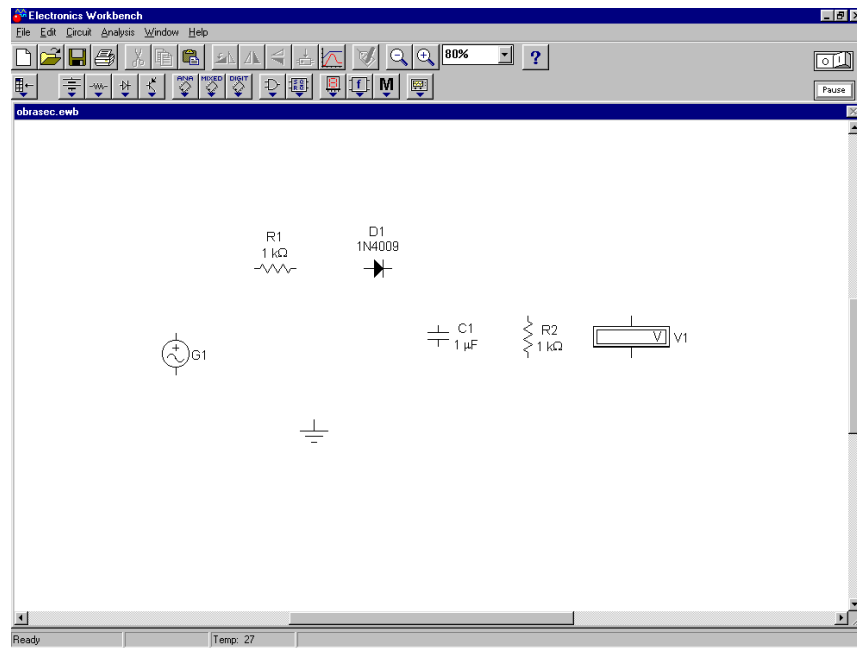

Рис. 14. Второй этап создания схемы
С помощью описанных операций можно задать желаемые значения параметров и обозначения всех компонентов, используемых для создания схемы. В результате на экране получим изображение всех используемых для создания схемы компонентов с желаемыми обозначениями (с заданным типом шрифта, размерами и цветом) и параметрами (рис. 14).
*Используя описанную методику, необходимо соединить все компоненты, представленные на рис. 14. В результате получим готовую схему (рис. 1).*